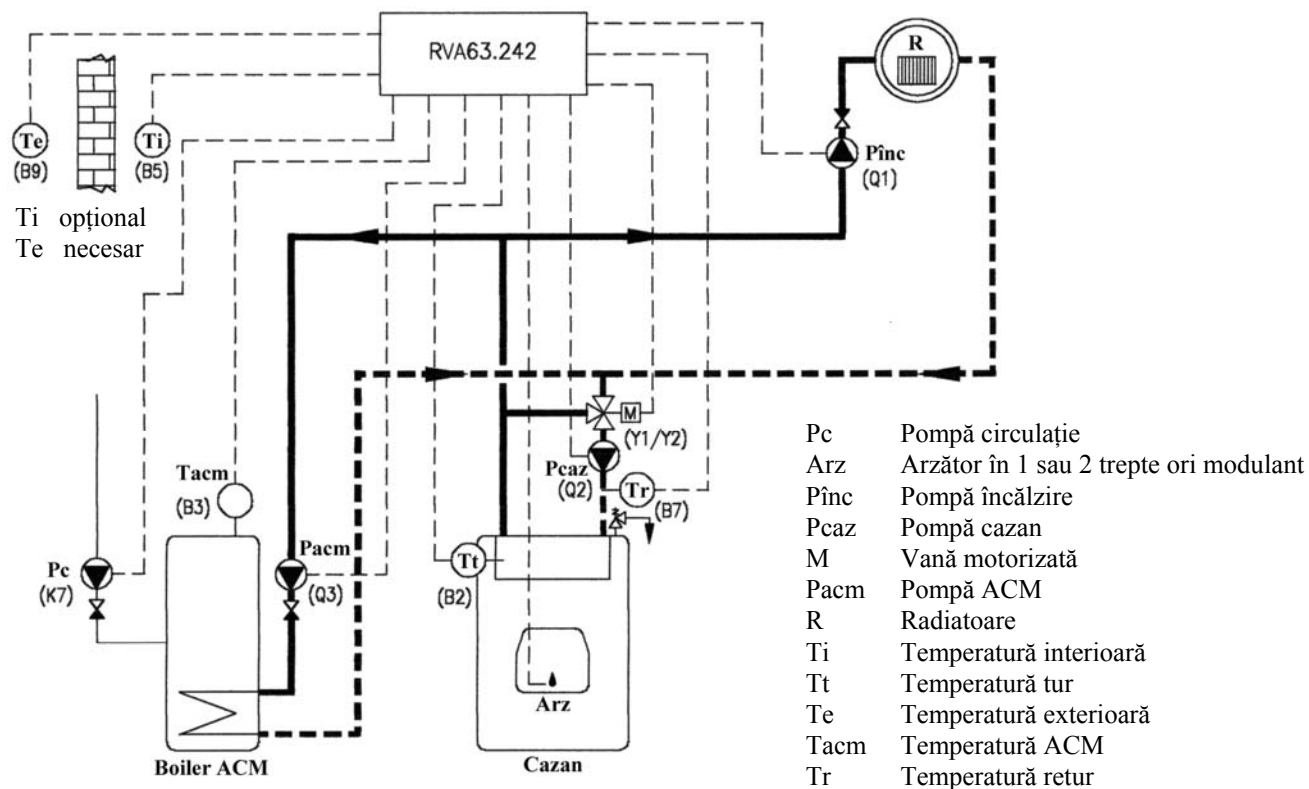

Fig. 3.4. (Notațiile din paranteze sunt cele din șirul de cleme al regulatorului)
3.4. Un cazan, un circuit de încălzire, vană de amestec și ACM (Fig. 3.4.) GAE-REG-2